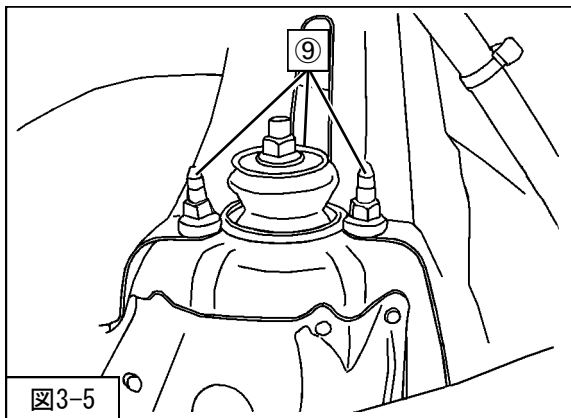

図3-5
8. ⑨リアショックアブソーバASSYアッパー取付ナットを取外してください。(図3-5)